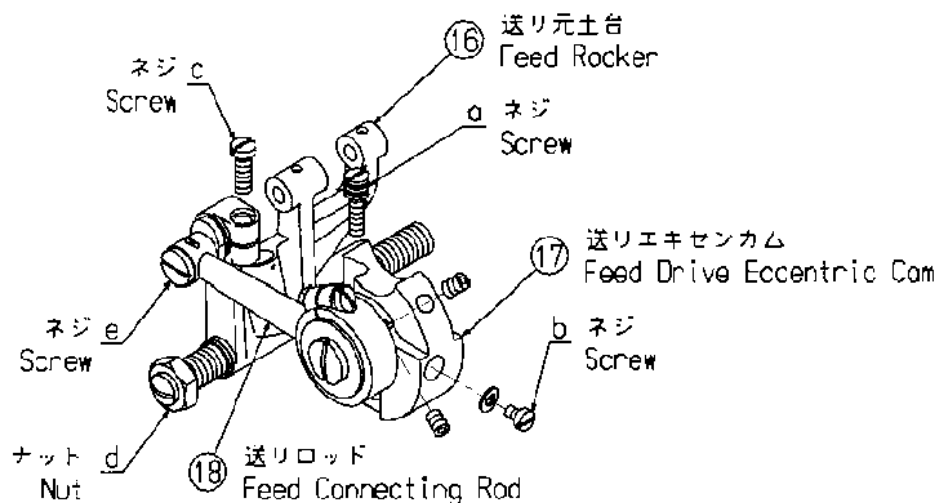

Fig.11
Loosen nut, (d) of Fig.11, of Feed Dog ⑫, and adjust position of Feed Rocker ⑬ so that $A=A'$ is obtained. Tighten nut (d) and confirm that Feed Rocker ⑬ moves smoothly.
Adjust Feed Drive Eccentric Cam ⑰ with its adjust screw, (a) of fig.11, so that feed amount of Feed Dog ⑫ is 10mm. To adjust, loosen screw, (b) of Fig.11, of Feed Drive Eccentric Cam, ⑰ and turn adjust screw (a) counterclockwise to increase feed amount, and clockwise to decrease it.
送り金の左右の調整は、Fig.11のdのナットを緩めて送り元土台⑬を左右に動かして $A=A'$ になるように調整してください。そしてナットdを締付けて、送り元土台⑬がスムーズに動く事を確認してください。
送り金⑫の送り量が10mmになるように送りエキセンカム⑰の調整ネジaで調整してください。送り量の調整はFig.11で示す送りエキセンカム⑰のネジbを緩めてから調整ネジaを左に廻すと送り量は大きくなり右に廻すと送り量は小さくなります。次に送り金⑫が最も後進したときの針板溝と送り金との隙間Bと、送り金が最も前進したときの送り土台と針ガイドとの隙間B'が均等になるように送り元土台⑬のネジcを緩めてネジeを廻して調整してください。
Loosen screw, (b) of Fig.11 of Feed Drive Eccentric Cam ⑰, and turn adjust screw (a) counterclockwise to enlarge stitch spacing, and clockwise to reduce it. Tighten screw (b) tentatively, and run several pieces of material to test to confirm that you get required stitch spacing. Finally, fasten screw (b) firmly.
2-4 縫い目幅の調整 (Fig.11)